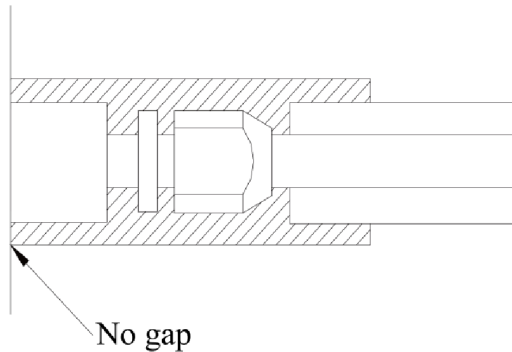

Fig. 19
b. Le giunzioni dell'unità interna devono essere avvolte con il materiale isolante senza lasciare spazi vuoti tra la giunzione e l'unità interna, come illustrato in Fig. 19.